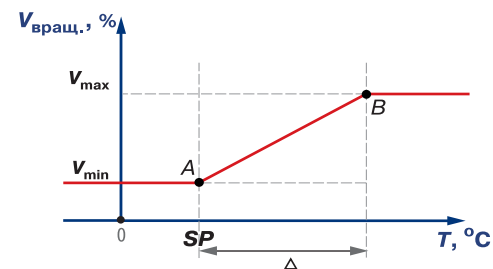

Рис. 3
3.3.4. Прибор осуществляет регулирование температуры по графику, рис. 3. При температурах $T < SP$ вентилятор вращается с минимальной скоростью V_{\min} (программируемый параметр P), см. прил. Б, стр. 22.